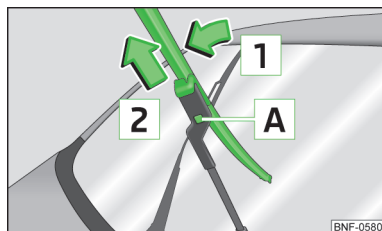

Fig. 122
- Levantar el brazo de la escobilla de la luneta trasera e inclinar la escobilla ligeramente en la dirección del brazo de la escobilla, flecha 1 » fig. 122.